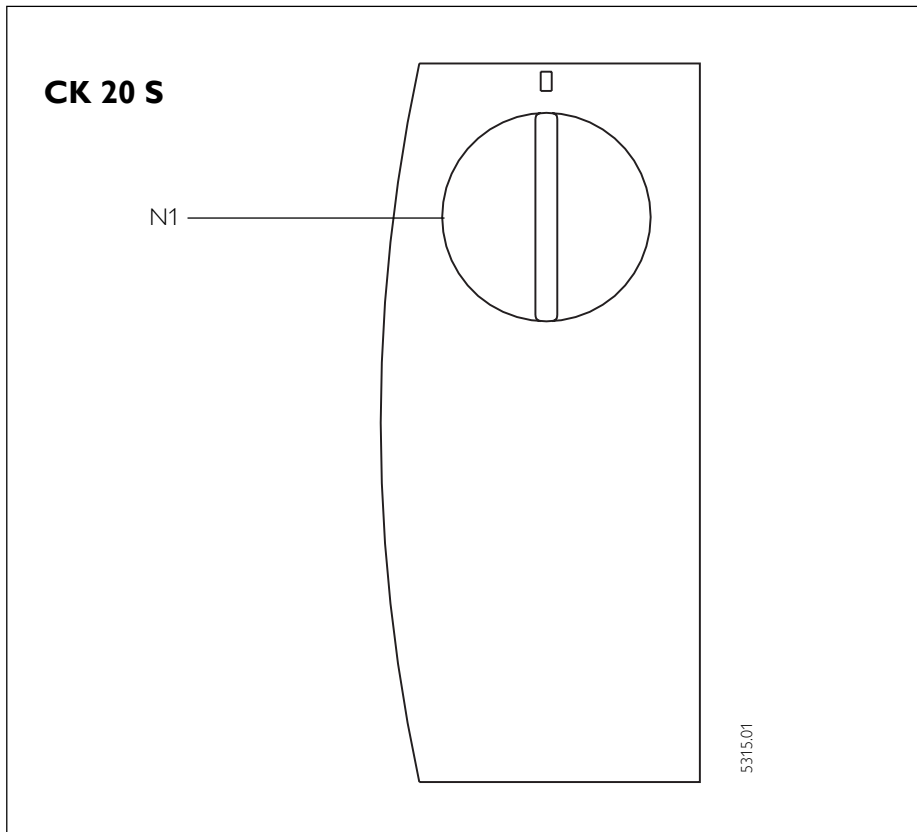

Abb. 5 / Fig. 5 / Afb. 5
### Bedienung CK 20 S (Abb. 5)
**Operating CK 20 S** (Fig. 5)**To switch on**
**Utilisation du CK 20 S** (fig. 5)**Mise en service du chauffage**
**Bediening CK 20 S** (afb. 5)**Verwarming inschakelen**